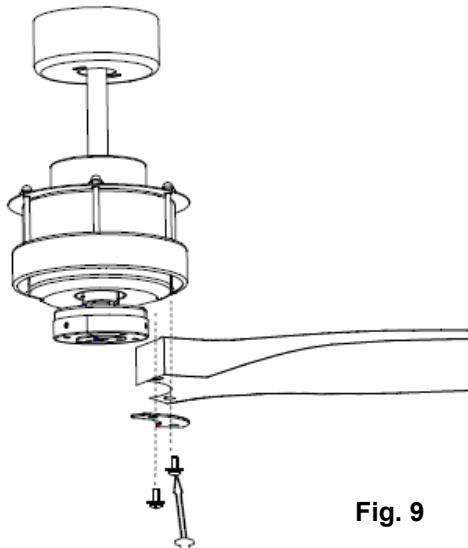

Fig. 9
- 2개의 나사 날개와 날개 브라켓을 사용하여 ‘THIS SIDE UP’ 표시가 천장을 향하게 날개를 모터 모듈에 결합하여 줍니다. (Fig. 9)